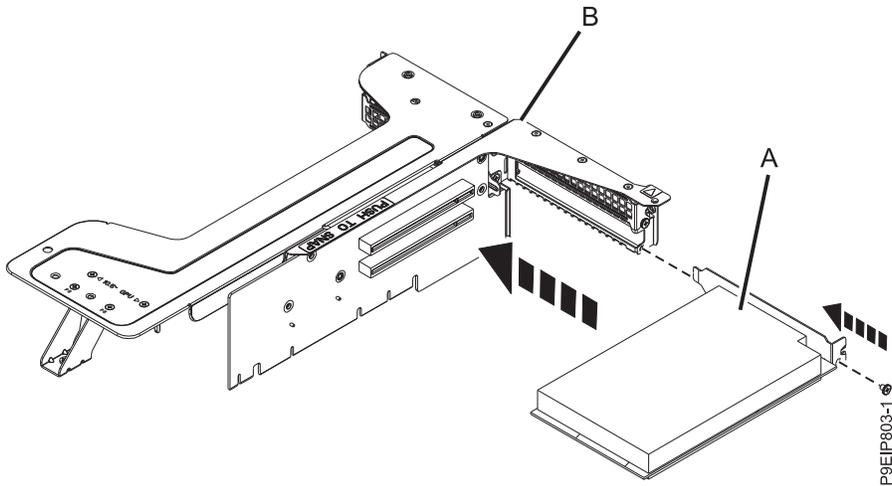

Figura 27. Inserción de los adaptadores en la tarjeta de expansión
4. Extraiga los adaptadores **(A)** de la tarjeta de expansión **(B)**, tal como muestra la Figura 27 en la página 30. Quite el tornillo que fija la contrapunta.